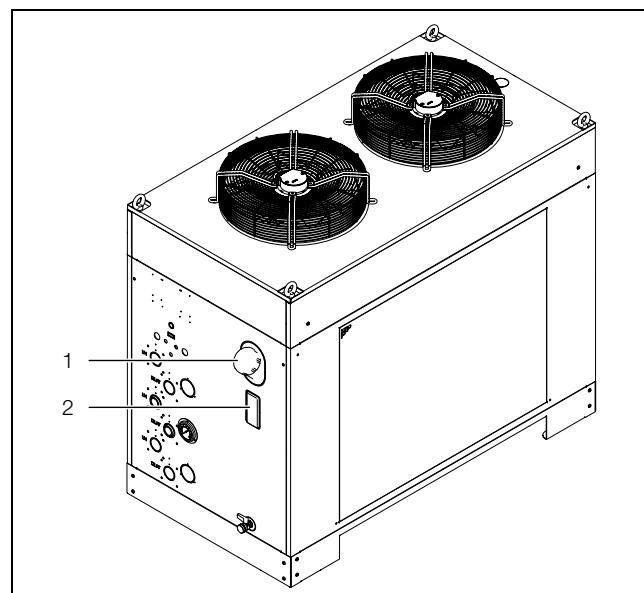

Imagen 21: Llenado del medio refrigerante
- Llene la chiller con medio refrigerante a través del tapón de llenado (imagen 21, pos. 1) del depósito.
- Controle el nivel de llenado del depósito a través de la mirilla de la carcasa (imagen 21, pos. 2).